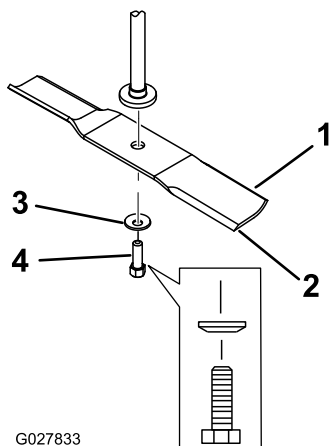

Figura 62
2. Retire del eje el perno de la cuchilla, la arandela curva y la cuchilla (**Figura 62**).
- Instale la cuchilla en el eje (Figura 62).
- Instale la arandela curva (con la copa hacia la cuchilla) y el perno de la cuchilla (Figura 62).